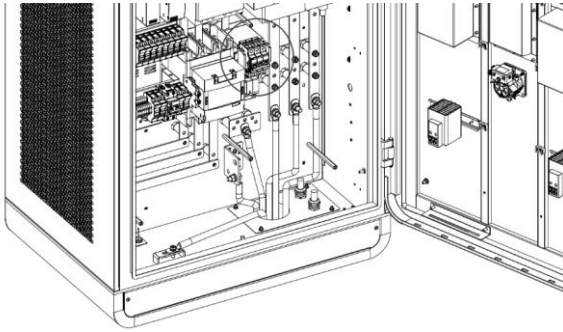

Abbildung 6-7 Messen der AC-Spannung
5. *Abbildung 6-7 Messen der AC-Spannung*